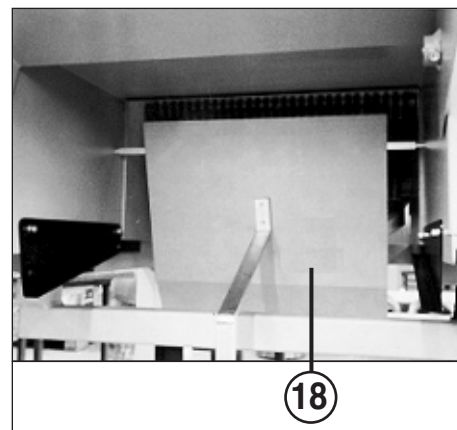

Fig. 3
- ¿está desbloqueado el **interruptor de bloqueo (2)**?
- ¿está conectado el **interruptor principal (1)**?
- ¿está desbloqueada la **regleta de parada de emergencia (14)**?
- ¿se ha introducido del todo el **recipiente recogedor (23)**?
- ¿está lleno el **recipiente recogedor (23)**?
- ¿puede moverse libremente la **chapaleta de mando (18)** (fig. 3) para la indicación "de recipiente recogedor lleno"?